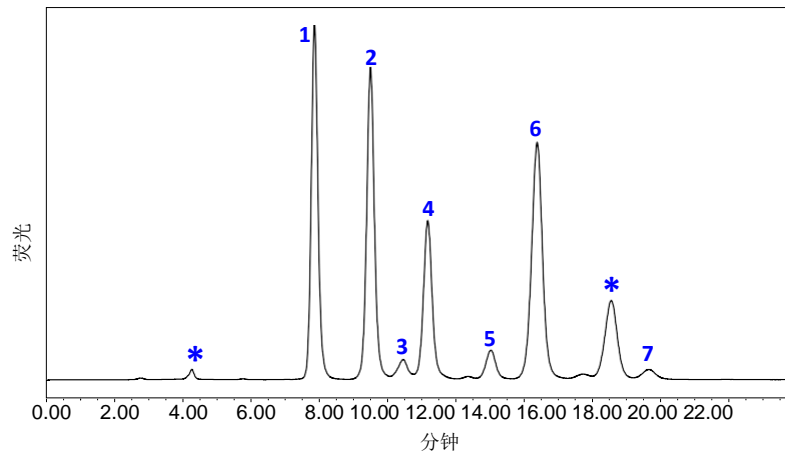
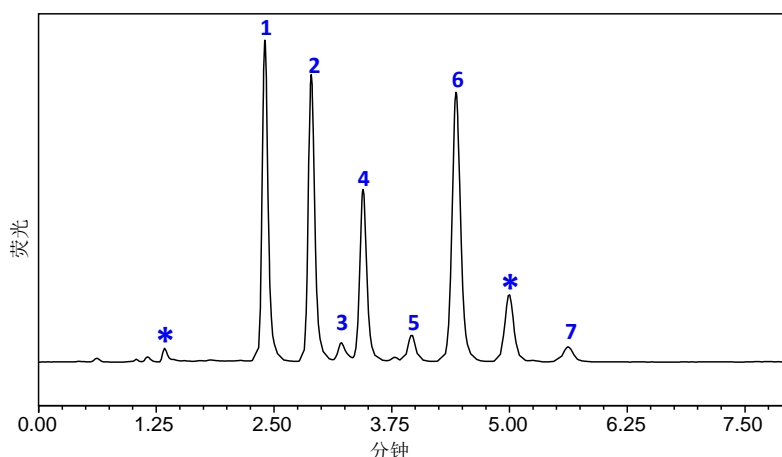

图1: DMB标记唾液酸参照品(CM-SRP-01)在LudgerSep-R1 HPLC柱跑出的液相图谱。
图2: DMB标记唾液酸参照品在LudgerSep-uR2 UHPLC柱跑出的液相图谱。
- 接下来进行2次以上SRP唾液酸参照品，直到谱图重叠。HPLC图谱应与图1类似，UHPLC图谱则与图2相近。不过，保留时间会因LC系统而异。